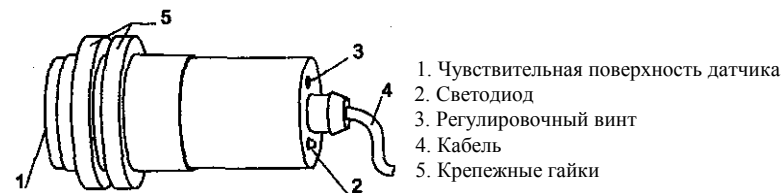

Рис. 1. Внешний вид датчика
4.1. Конструктивно датчик оформлен в виде цилиндра (см. рис. 1) с резьбой для удобства крепления.
4.3. На основании корпуса противоположному рабочему (см. рис. 1) размещен светодиодный индикатор 2 и винт подстроенного резистора 3 регулировки чувствительности.